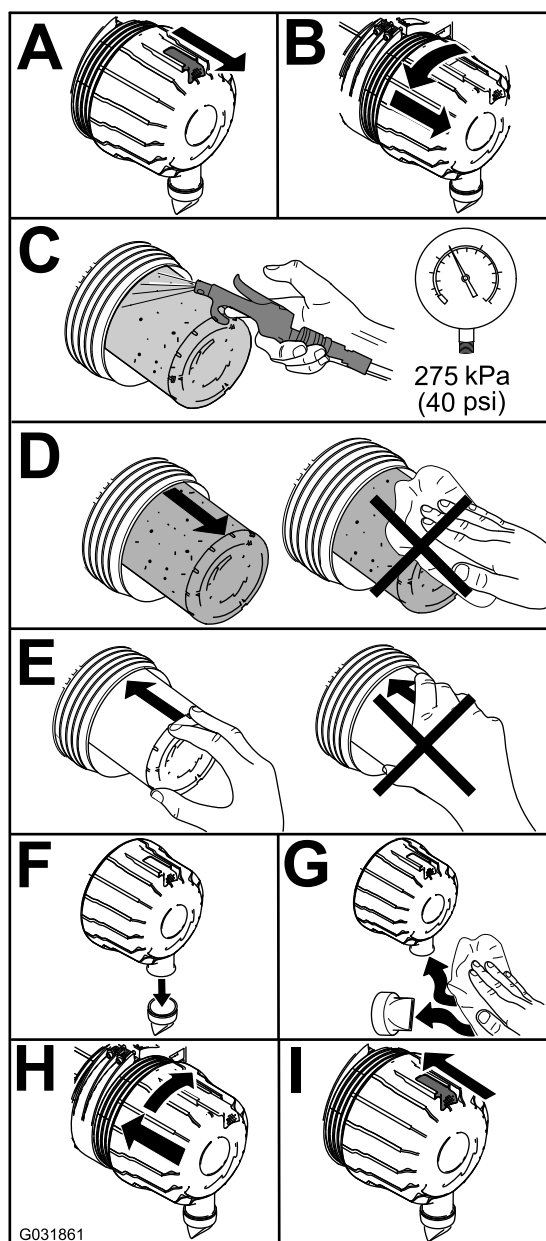

Figura 89
1. Substitua o filtro de ar (Figura 89).